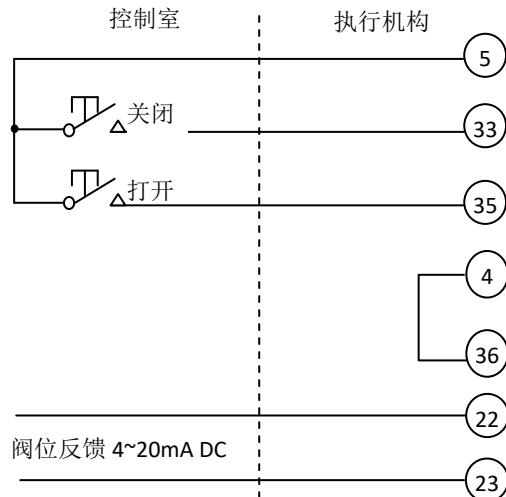
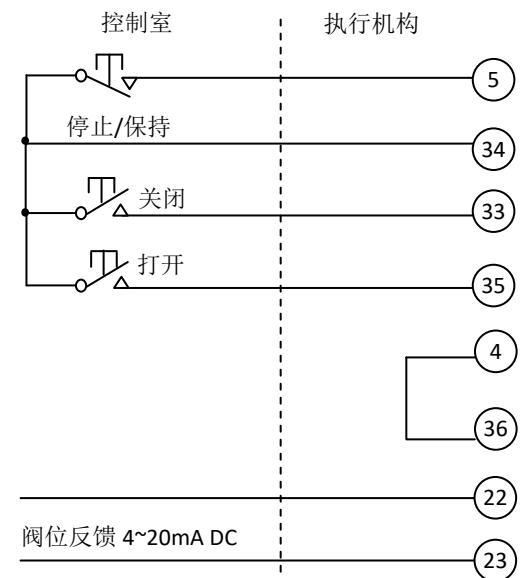

图 14-1 形式 1: 电动式打开/关闭控制, 执行机构可以停在中途任意位置
图 14-3 形式 3: 保持式打开、关闭、停止控制
远程控制电路可由执行机构内部的24V直流电源供电,也可以由外部的24V~60V交、直流电源供电,还可以由外部提供的120V~220V直流或交流电源供电,各种形式的接线见图14-1~14-9图。(图中序号为接线端子号)
14.2.1 图14-1~图14-3为内部24V供电